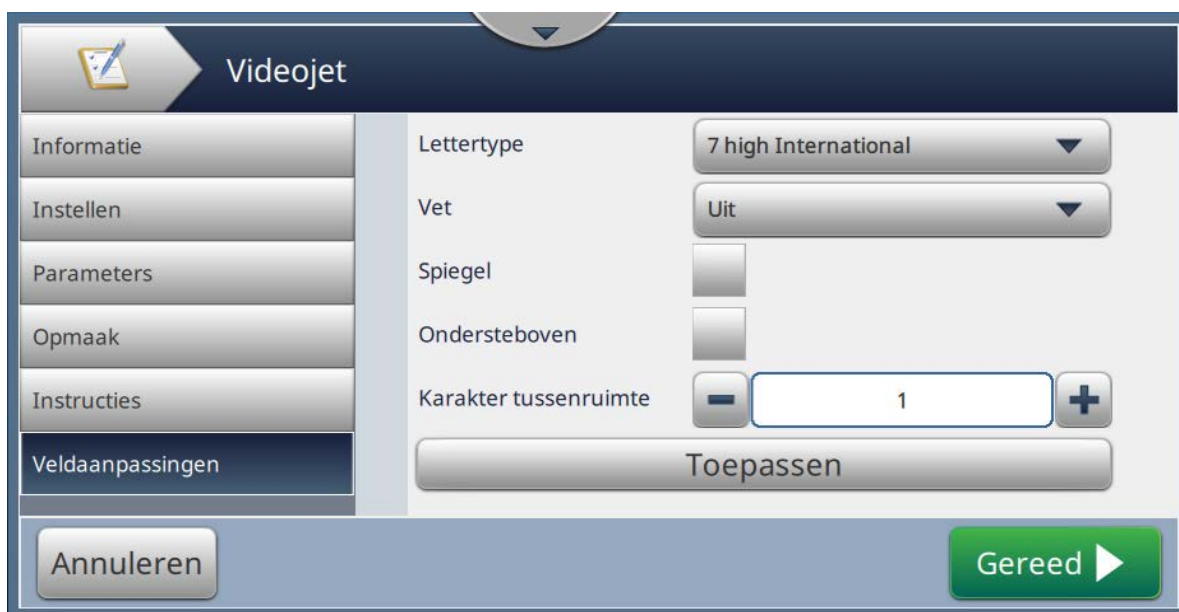

Figura 5-18: tela de Modificações de campo
3. Navegue até *Configurações de trabalho > Modificações de campo*, conforme mostrado na Figura 5-18.